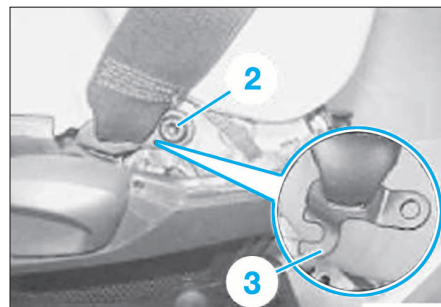

FIG. 9
- Déposer la vis de fixation (2) de la ferrure (3) (Fig.9).